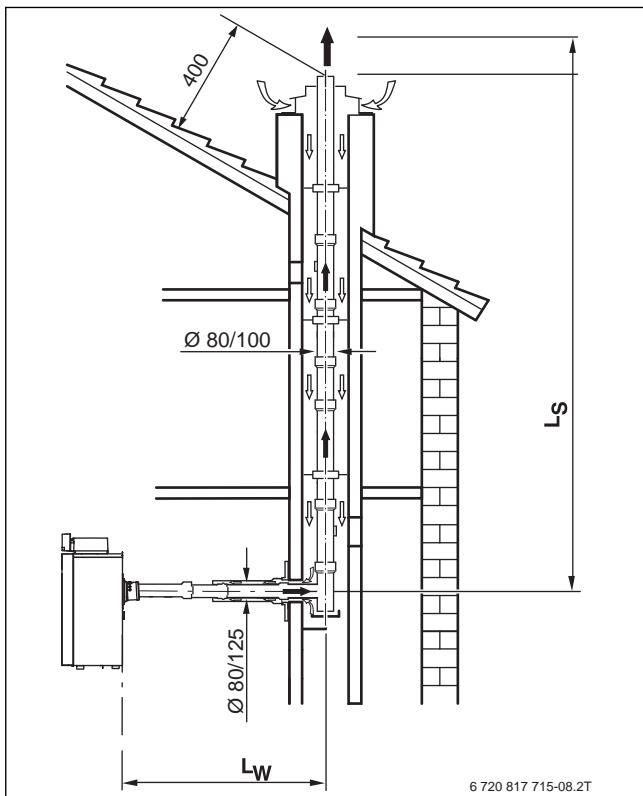
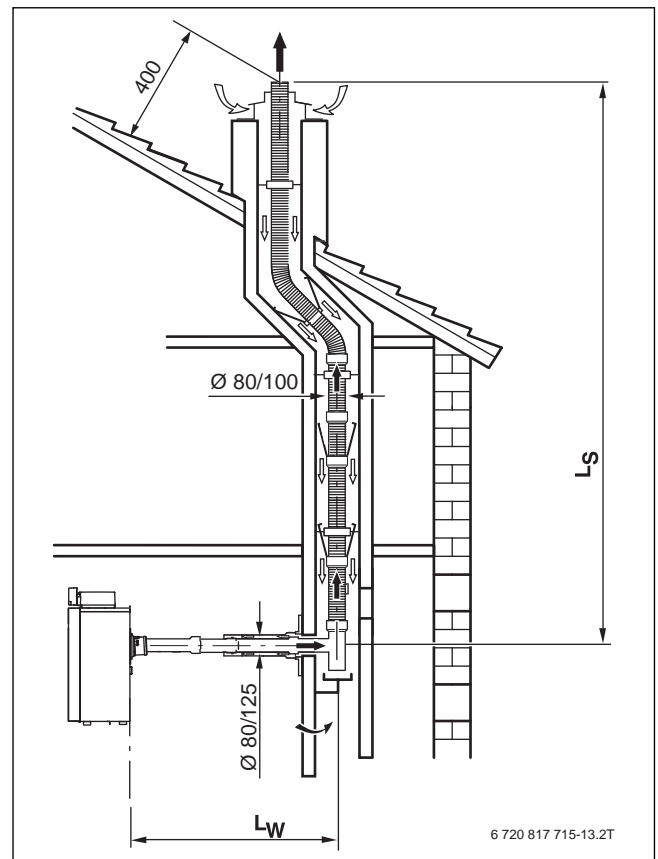

Bild 87 Abgasführung im Schacht, starr ( $C_{93(x)}$ )
Bild 88 Abgasführung im Schacht, flexibel ( $C_{93(x)}$ )
**Legende Bild 87 und Bild 88:**